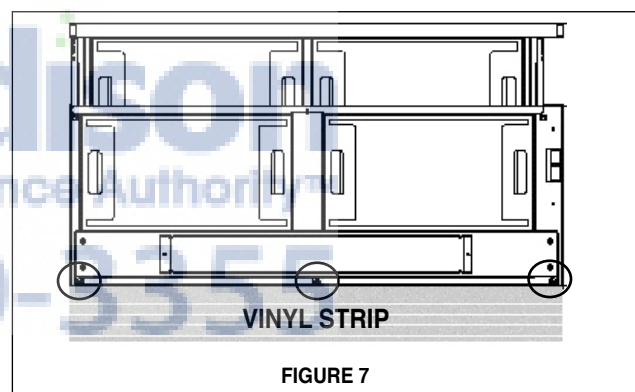

FIGURE 7
6. Une bande (FIGURE 7) est incorporee dans l' emballage afin de couvrir la partie inferieure a vis de l'armoire. La bande est fixee sur la partie inferieure en bas de la hotte par trois vis.